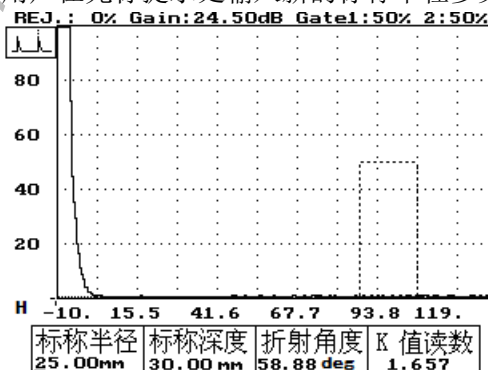

图 18-26
- 5、按进入键——进入折射校准功能，屏幕显示如图 18-26 所示。同时在标称半径下有一“—”光标，提示用户在光标提示处输入新的标称半径参数值。
5. 按进入键——进入折射校准功能，屏幕显示如图 18-26 所示。同时在标称半径下有一 “—” 光标，提示用户在光标提示处输入新的标称半径参数值。